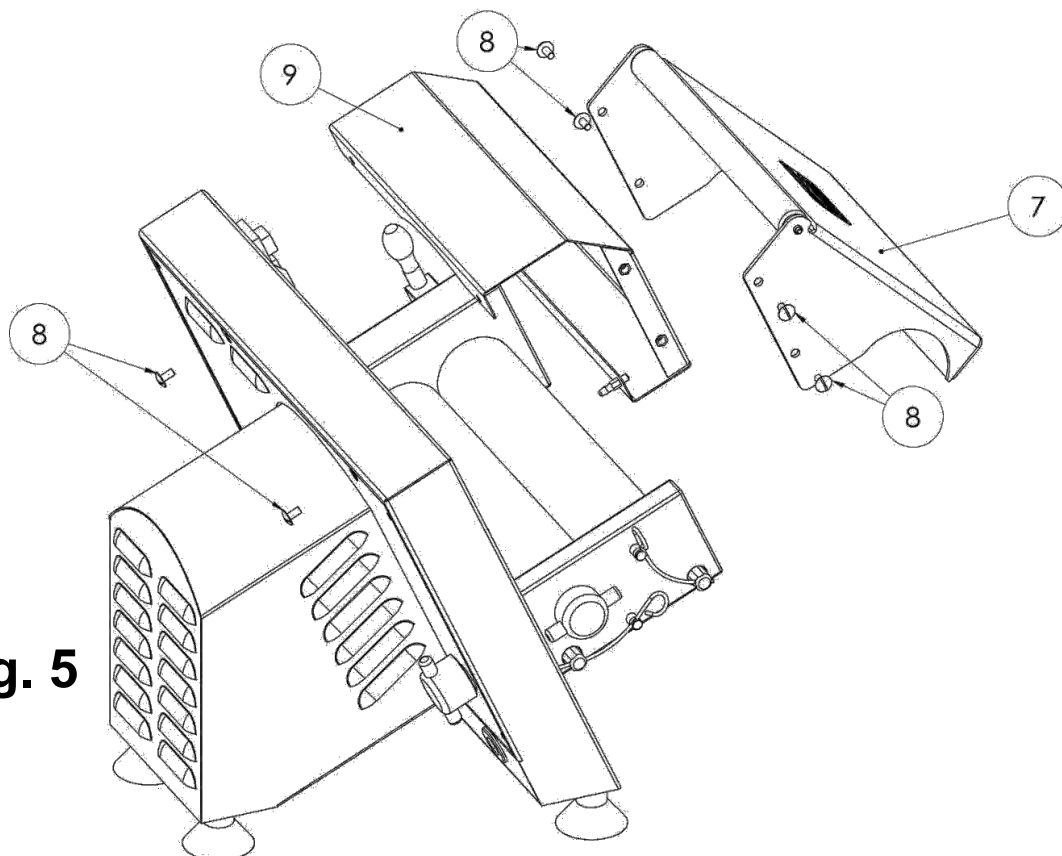

Fig. 5
- 19) Skruva loss skruvarna (8) på valsskyddet (7) och på glidbanan (9) (fig. 5). Valsskyddet (7) ska diskas under rinnande ljummet vatten och torkas med en bomullshandduk eller hushållspapper. Därefter ska skyddet ALLTID sättas tillbaka med korrekt åtdragna skruvar.